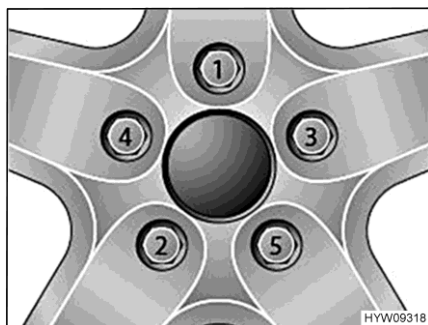

Fig. 71 Serrer en croix les écrous ou les boulons de roue
- Serrer les écrous ou les boulons de roue dans l'ordre indiqué à la Fig. 71. Utiliser pour ce faire une clé dynamométrique et respecter le couple de serrage prescrit (voir paragraphe 14.5).
- Vérifier régulièrement le serrage des écrous ou des boulons de roues. Resserrer tous les écrous ou les boulons de roue 50 km après le changement d'une roue. Respecter l'ordre indiqué à la Fig. 71.
- Si des jantes neuves ou repeintes sont utilisées, alors resserrer les écrous ou les boulons de roue une fois de plus après env. 1 000 à 5000 km. Respecter l'ordre indiqué à la Fig. 71.